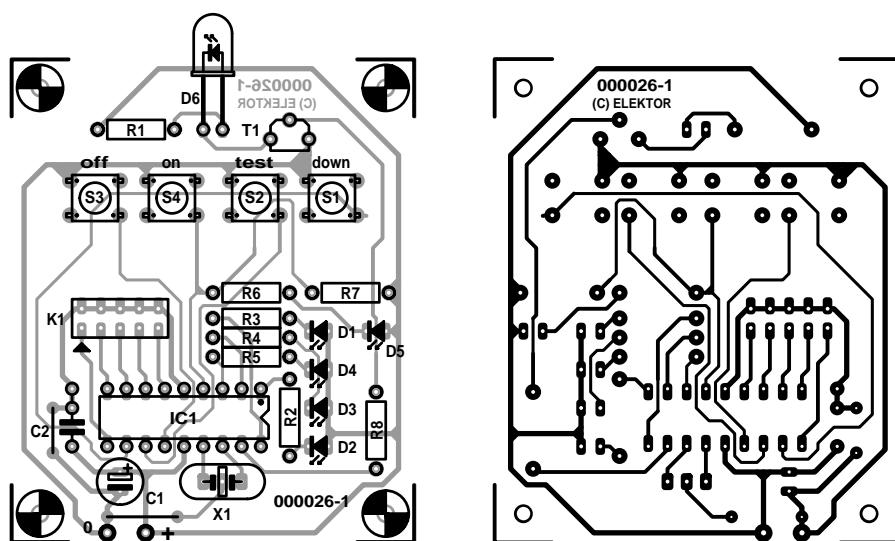

Figure 4. Disposition et plan de montage de la platine adaptée à un boîtier de télécommande.
Bien que la platine de la minuterie représentée dans la **figure 4 soit du type simple face**, S1 à S4 et D1 à D5 seront montés côté « pistes » pour permettre aux organes de commande et d'affichage de se trouver du même côté. Le boîtier de la télécommande indiqué dans la liste de pièces détachées comporte déjà 4 capuchons pour les boutons dont il faut adapter la hauteur de montage en conséquence. Percer 5 trous dans la coque supérieure du boîtier pour les LED de 3 mm. Veiller ici aussi à la position de montage. La LED de 5 mm à IR passe par un trou frontal du boîtier et est raccordée au moyen de fil de connexion. Le compartiment des piles qui se trouve dans la moitié inférieure du boîtier est conçu pour contenir 2 piles mignon (R3 ou AAA) et leur fixation. Il est aussi possible de se servir de piles rondes R 06 (AA) en se passant de fixation.